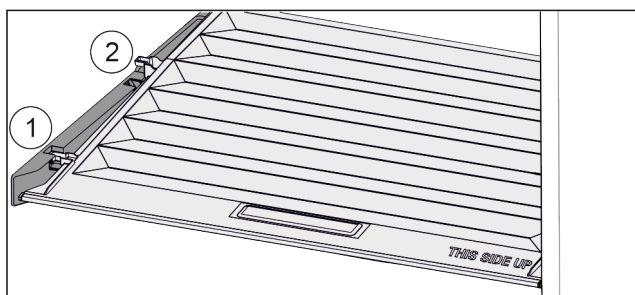

Fig. 24
- Trekk dekselet til åpningen i holdedelene fremover Fig. 24 (1).
- Løft ut nede bak og ta opp og ut Fig. 24 (2).